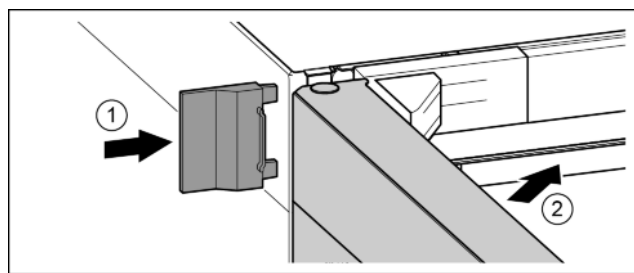

Fig. 25
▶ Надвинуть внешнюю крышку. Fig. 25 (1)
▶ Закрыть верхнюю дверь. Fig. 25 (2)